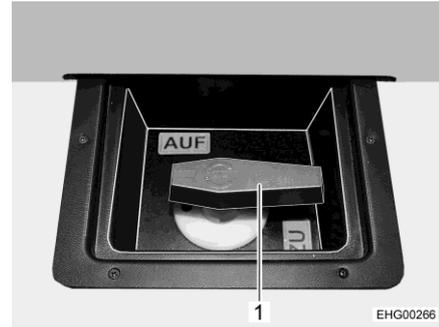

Fig. 145 Palanca de mando (depósito de aguas residuales)
La llave de desagüe de aguas residuales se acciona mediante una palanca de mando (Fig. 145,1). La palanca de mando (Fig. 145,1) para la eliminación de aguas residuales se encuentra debajo de una cubierta en la parte trasera. El tubo de salida con la conexión para una manguera de aguas residuales se encuentra debajo del vehículo, a la derecha.
- Abrir la llave de desagüe. Para esto, girar la palanca de mando (Fig. 145,1) de la llave de desagüe a la posición "AUF" (abierta). Se vacía las aguas residuales.
- Una vez que hayan salido totalmente las aguas residuales, volver a cerrar la llave de desagüe. Para esto, girar la palanca de mando (Fig. 145,1) de la llave de desagüe a la posición "ZU" (cerrada).